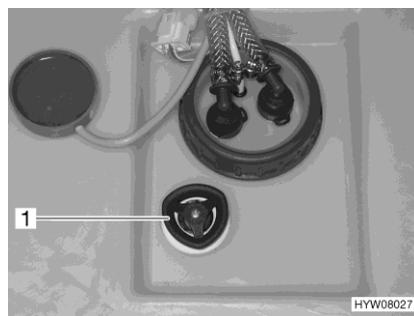

Fig. 141 Tirador giratorio (depósito de agua)
- Girar el tirador giratorio (Fig. 141,1) sobre el depósito de agua en sentido contrario a las agujas del reloj, hasta primera pestaña. El agua se saldrá hasta aprox. 20 litros.
- Girar el tirador giratorio (Fig. 141,1) sobre el depósito de agua en sentido de las agujas del reloj, hasta el tope.
- Girar el tirador giratorio (Fig. 141,1) del depósito de agua en sentido contrario a las agujas del reloj sobrepasando la resistencia, para abrir el orificio de salida completamente.